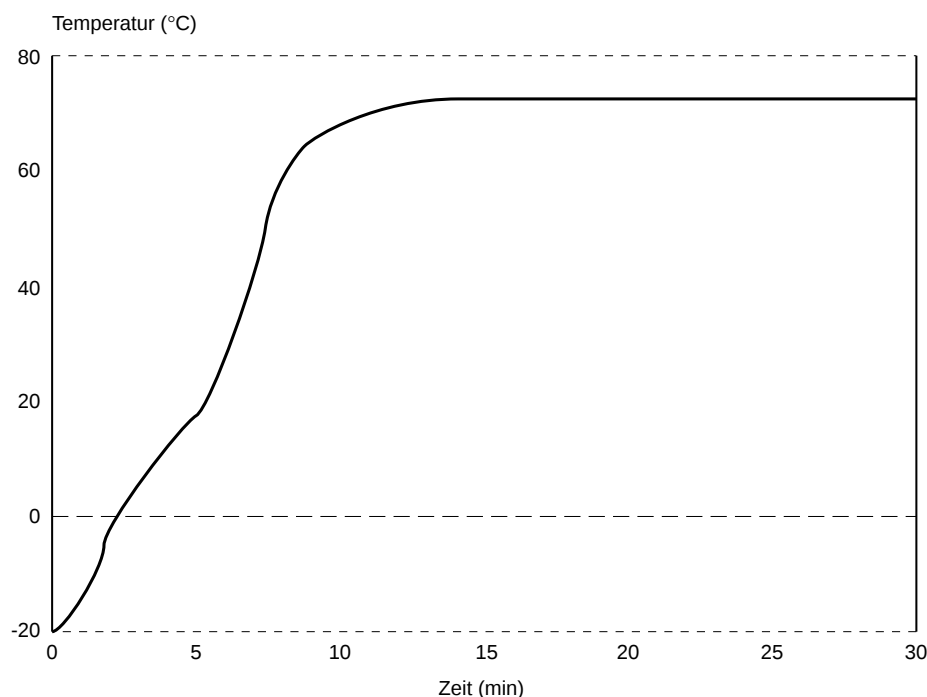

Abb. 302 Temperatur am Kühlmittelaustritt des Heizgeräts (nur *Thermo Top T* ab Fabrik-Nr. 20000)
3.4.2. Heizbetrieb *Thermo Top T* (siehe Abb. 302)